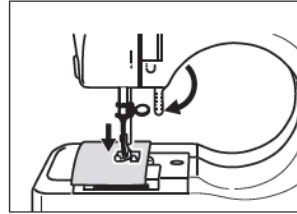

Fig.8
3. Engedje vissza az anyagra a varrótalpat az emelővel. (Fig. 8)